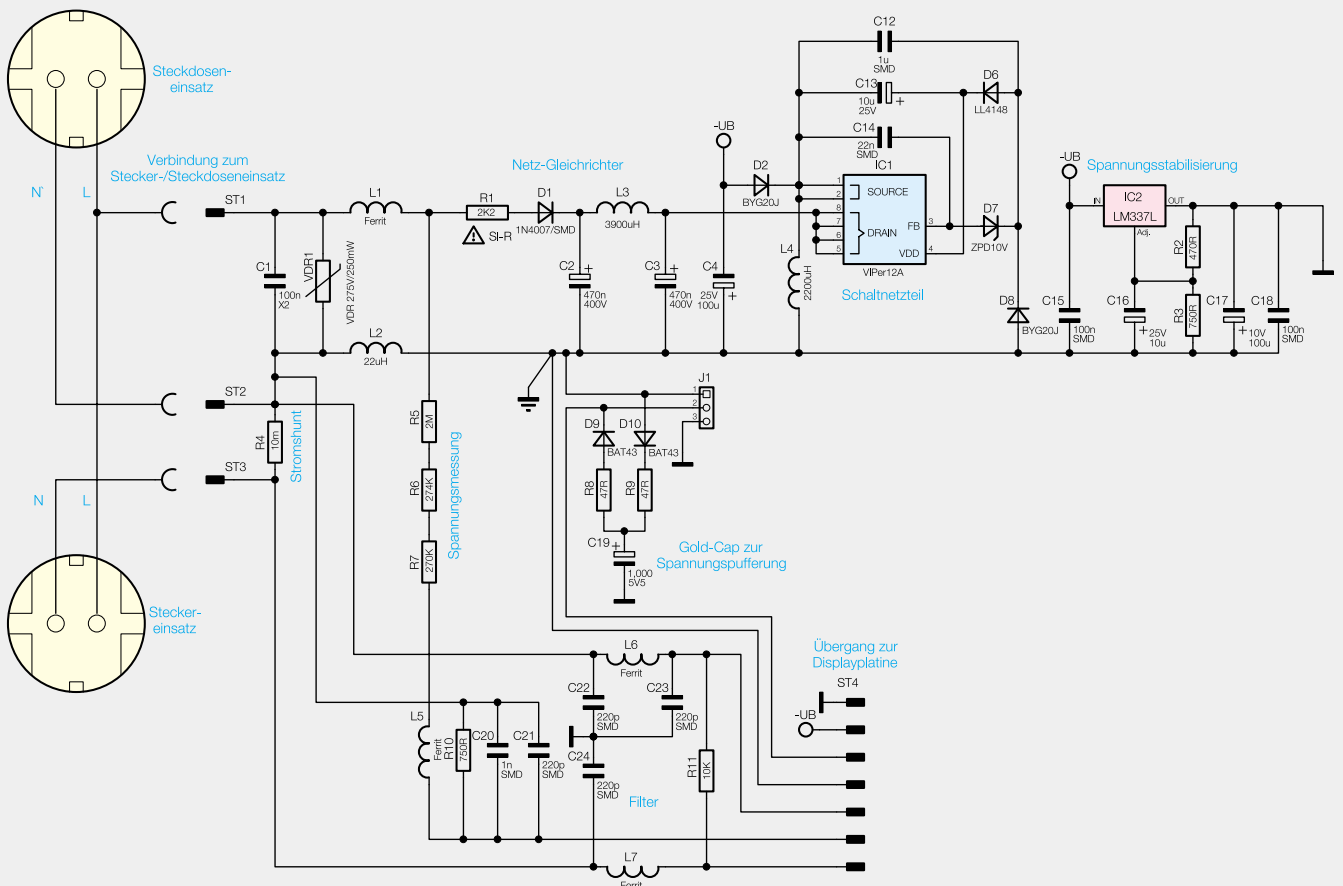
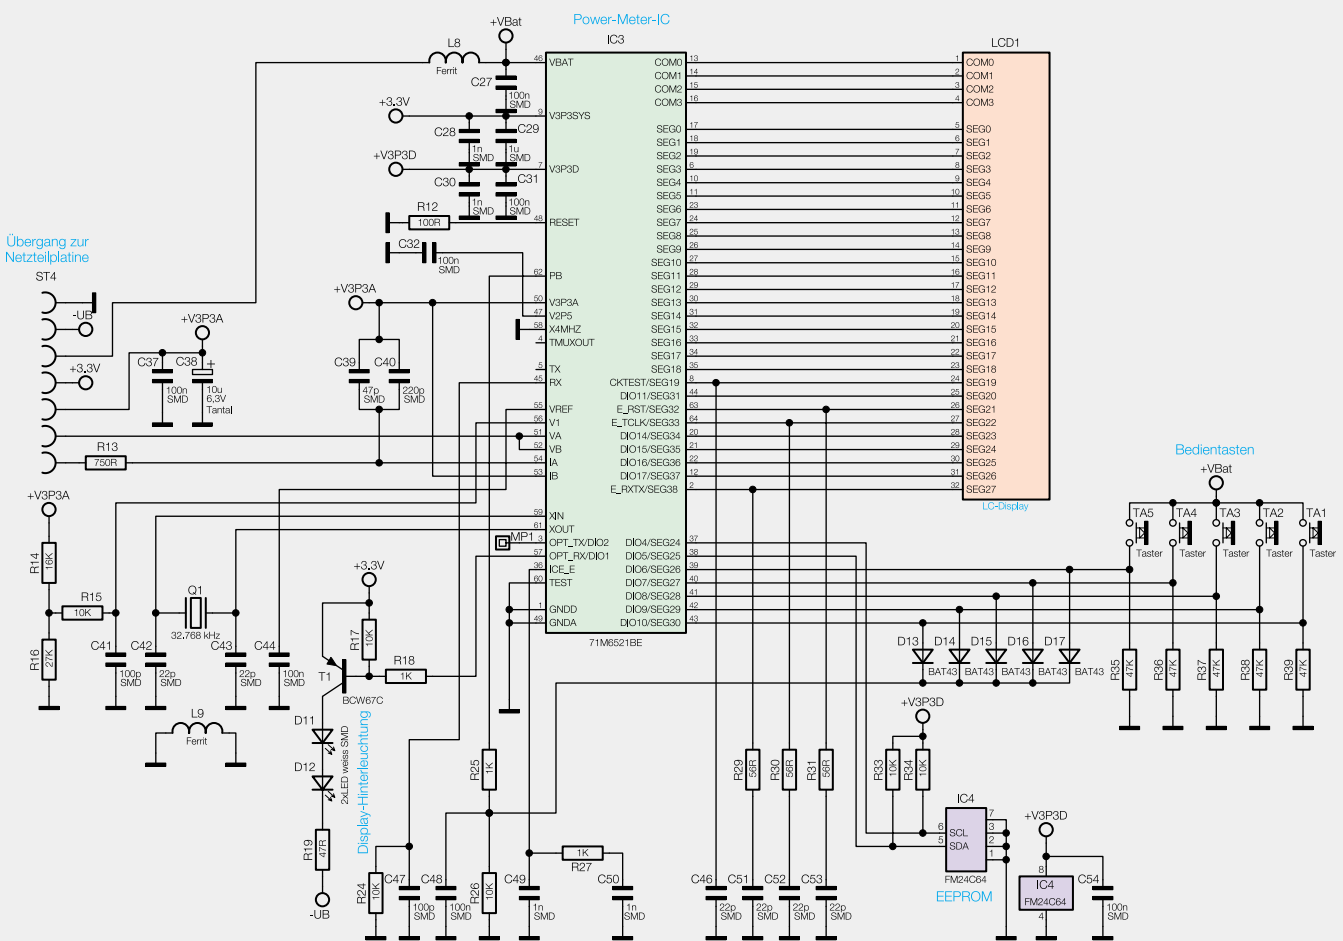

Bild 2: Das Schaltbild der Netzteilplatte
Bild 3: Das Schaltbild der Displayplatte
Entsprechend der im Gerät vorhandenen Leiterplatten ist das Gesamtschaltbild des Energy Masters in zwei Teilschaltbilder (Bild 2 und 3) aufgeteilt.
Während die Messwerterfassung und die Spannungsversorgung mit einem effizienten Schaltnetzteil in Bild 2 zu sehen sind, zeigt Bild 3 das komplexe „Power-Meter-IC“ mit zugehöriger Peripherie, die Bedienelemente und das LC-Display.
Betrachten wir zuerst die Messwerterfassung und Spannungsversorgung in Bild 2, wo die 230 V Netz-Wechselspannung am Steckereinsatz zugeführt wird. Zum besseren Verständnis sind die Netzanschlüsse zwar mit Leiter (L) und Neutraleiter (N) beschriftet, wobei die tatsächliche Polarität aber keine Rolle spielt (ist davon abhängig, mit welcher Polarität das Gerät in die Steckdose gesteckt wird). Um für die Beschreibung eine eindeutige Zuordnung zu erhalten, gehen wir von der im Schaltbild beschrifteten Polarität aus. Der vom Steckeranschluss kommende Leiteranschluss ist direkt
Wie bereits erwähnt, ist das Gerät noch bis zu 30 Min. nach dem Herausnehmen aus der Steckdose bedienbar und abzulesen. Die Betriebsspannung des Power-Meter-ICs wird dann vom Gold-Cap C 19 mit einer Kapazität von 1 F über R 8 und D 9 geliefert. Bei Einstecken des Gerätes in die Steckdose wird der Gold-Cap über D 10 und R 9 auf 3,3 V aufgeladen. Über den Steckverbinder ST 4 gelangen die vom Netzteil gelieferte Spannung und die vom Gold-Cap gelieferte Spannung zum Power-Meter-IC in Bild 3.
Direkt an den Versorgungspins von IC 3 in Bild 3 verhindern Staffelblockungen (C 27 bis C 29) hochfrequente Störeinflüsse, wobei über einen chipinternen Schalter entweder die an Pin 9 anliegende Spannung oder die Gold-Cap-Spannung (Pin 46) zum eigentlichen Versorgungspin (Pin 7) des Bausteins durchgeschaltet wird. Hier erfolgt eine weitere Blockung mit C 30, C 31. Die Versorgungsspannung des Bausteins wird ständig über den mit R 14 und R 16 aufgebauten Spannungsteiler überwacht (interner „Power-Fault-Circuit“).
Bei sehr genauen Messungen im Netzspannungsbereich hat man grundsätzlich mit Störungen zu „kämpfen“, die dem Netz überlagert sind. Entsprechend aufwändig und umfangreich sind die erforderlichen Entstörmaßnahmen und Filter, und auch hinsichtlich EMV sind mehr Maßnahmen erforderlich als bei vielen anderen Schaltungen. Hochfrequente Störeinflüsse werden zum einen durch „Staffelblockungen“ an den entsprechenden Versorgungsanschlüssen verhindert und zum anderen durch Filter-Maßnahmen im Bereich der Messeingänge in Bild 2.